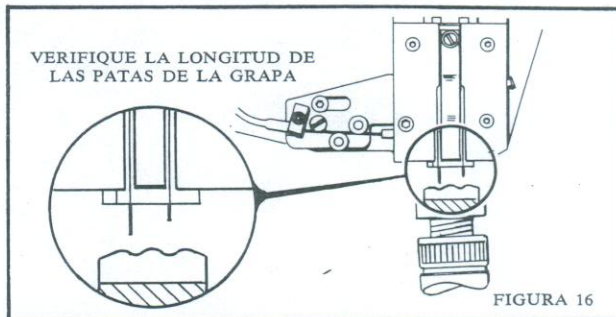

FIGURA 16
(1) Desconecte el motor. (2) Apriete el pedal y gire la rueda motriz lentamente hasta que los formadores y el impulsor (figura 16) se encuentren en el punto más bajo de su carrera y la barra del impulsor empuje parcialmente la grapa hacia afuera de las patas del formador. (3) Verifique la parte inferior de las patas de la grapa para observar si son desiguales (figura 16). (4) Si la longitud de las patas es desigual, gire la rueda motriz hasta que los formadores y el impulsor se encuentren en el punto más alto de su carrera.